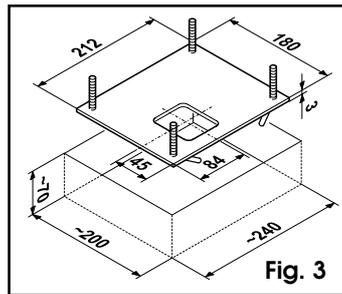

Fig. 3
1) Eseguire uno scavo per la piastra di fondazione come da fig. 3.
2) Mettere in opera i tubi flessibili necessari per il passaggio dei cavi di collegamento tra il motoriduttore, gli accessori e l'alimentazione elettrica. I tubi flessibili devono uscire circa 3 cm dal foro presente sulla piastra (fig. 3).